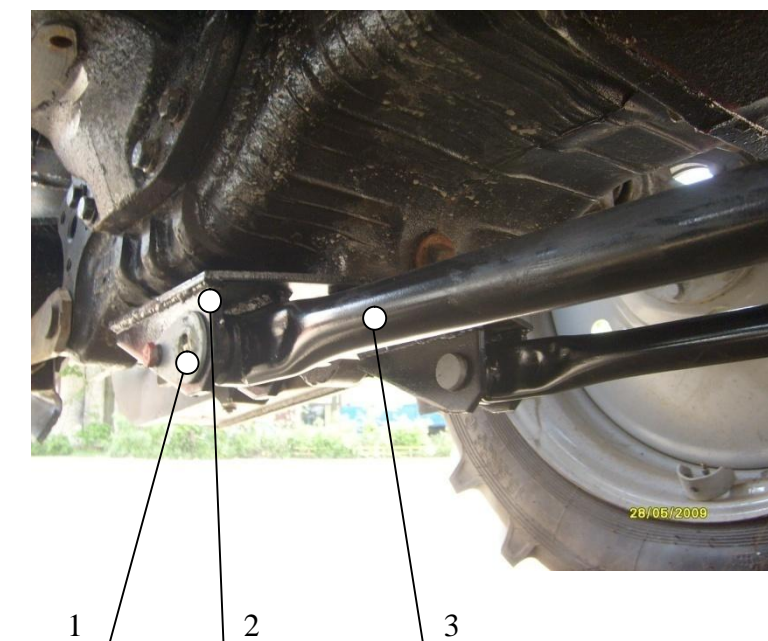

Рис.3
- на задний мост трактора крепится Кронштейн (поз.2, рис.3), в который устанавливаются Штанги распорные (поз.3, рис.3);
- установить Кронштейн на задний мост трактора(поз.2, рис. 3);
- установить Штанги распорные (поз.3, рис.3) при помощи Пальцев (поз.1, рис.3) в Кронштейн;